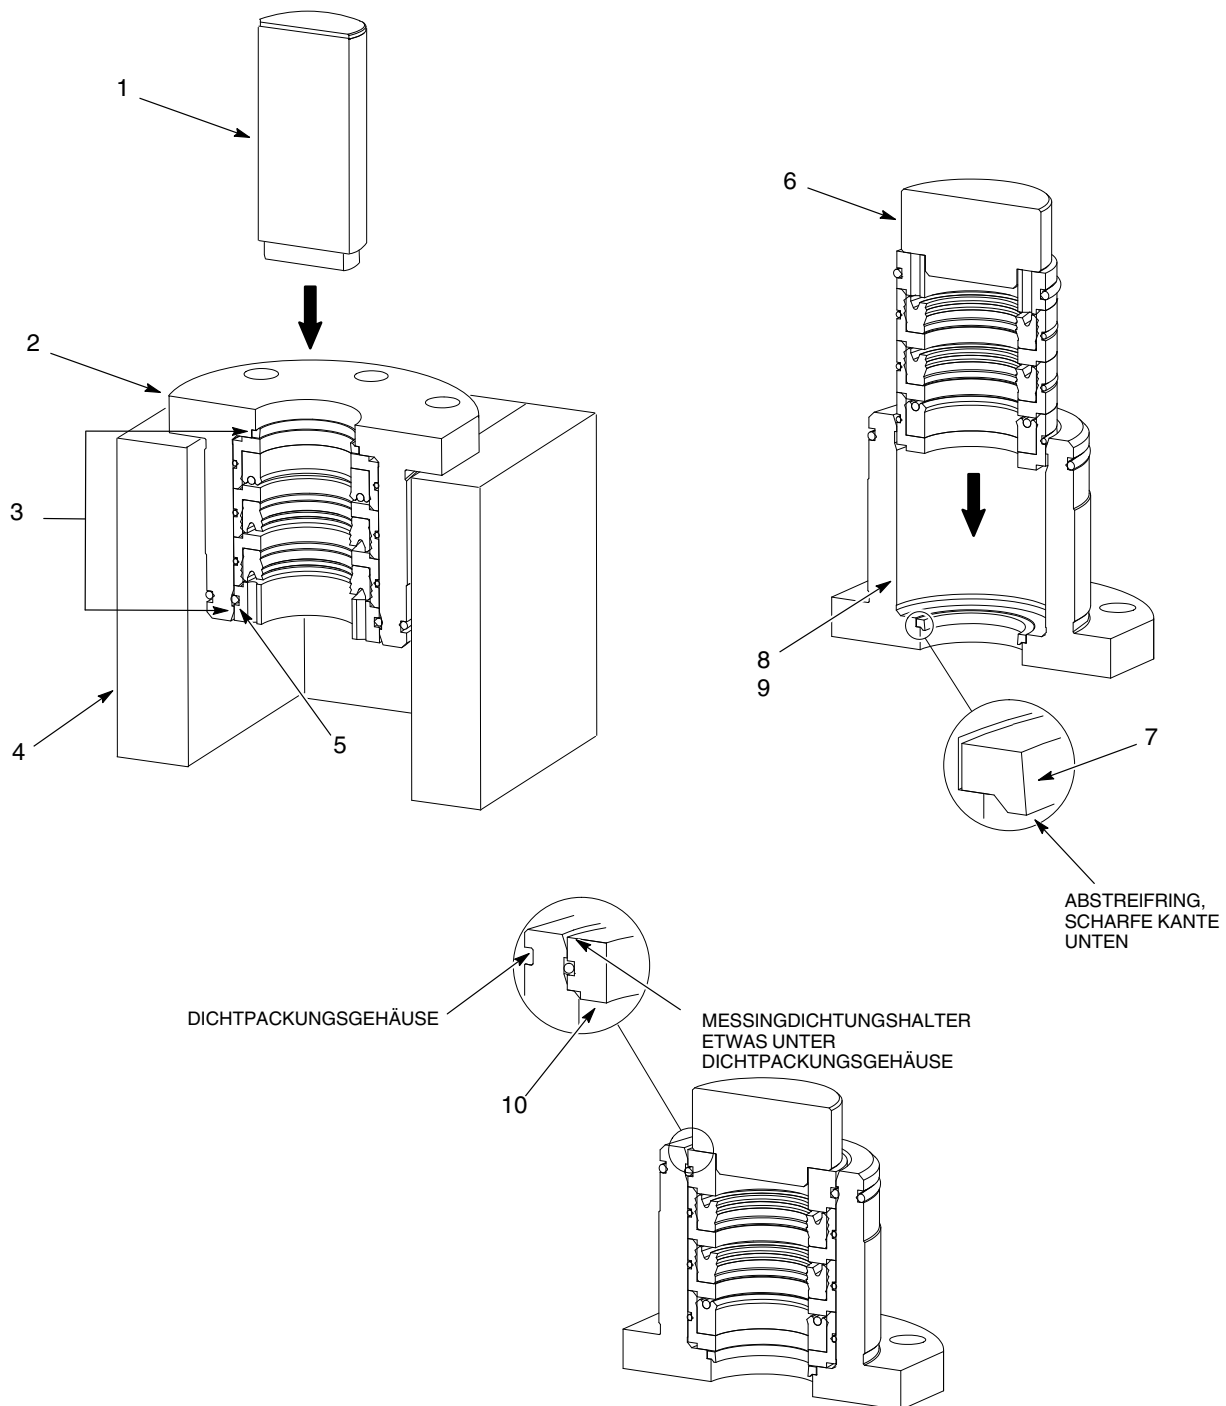

Abb. 11 Innere Teile der Dichtpackung ersetzen
1. Siehe Abb. 11. Das Dichtpackungsgehäuse (2) auf eine Vorrichtung (4) setzen.